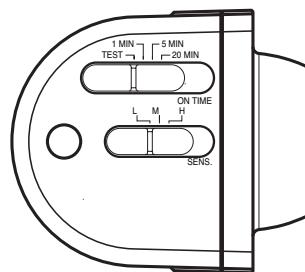

Figure 7
- Placez le commutateur de sensibilité (SENS) en position « L » et le commutateur de fonctionnement (ON-TIME) en position TEST (voir la Figure 7).